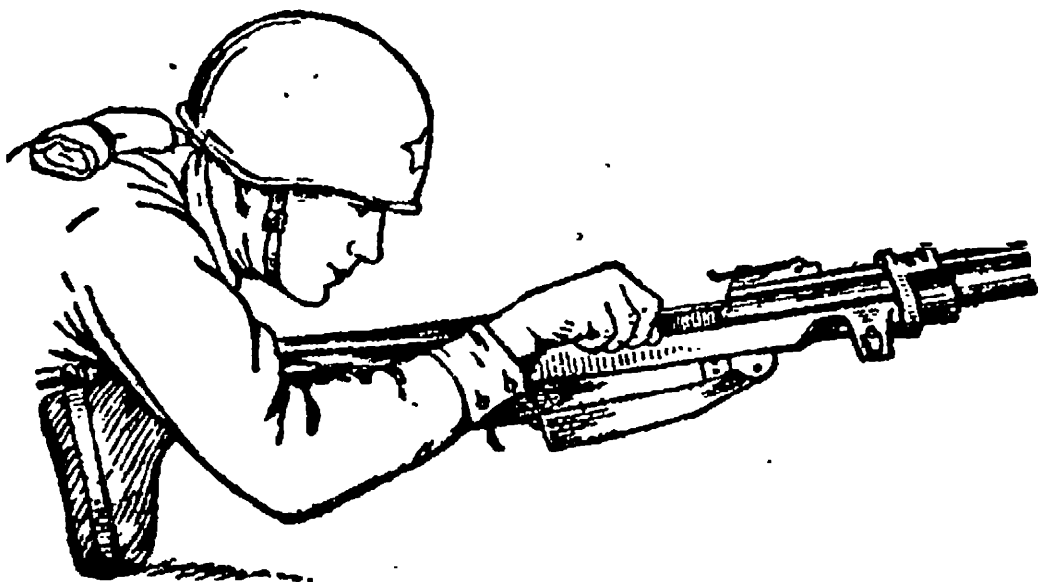

Рис. 47. Как открыть затвор ружья ПТРС
91. Для заряжания наводчик правой рукой открывает затвор (рис. 47), слегка сваливает ружье влево, открывает крышку магазинной коробки